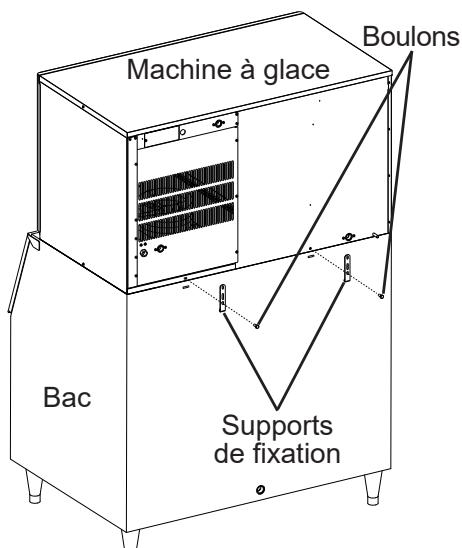

Fig. 2
- 4) Fixer la machine à glace sur le bac de stockage au moyen des deux supports de fixation et des boulons fournis. Voir fig. 2.